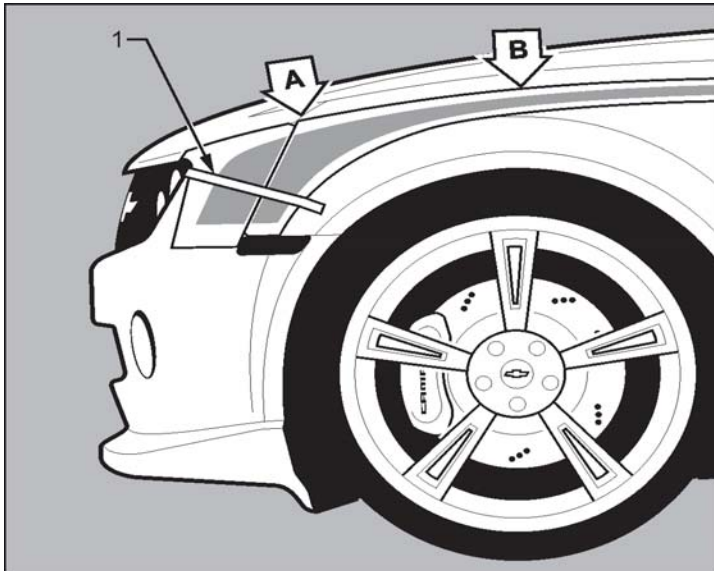

FIGURA 1
5. Coloque la franja del guardafangos delantero en posición con el centro de la muesca entre los bordes del panel del guardafangos delantero y el salpicadero. Asegúrese de que la etiqueta siga el contorno del borde superior del guardafangos. Aplique cinta a través de la etiqueta tal y como se muestra en la figura 1.